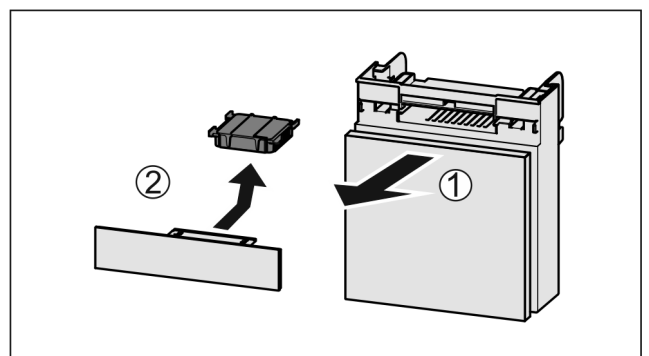

Fig. 185
- Издърпайте Fig. 185 (1) напред от отделението.
- Извадете Fig. 185 (2) филтъра с активен въглен.